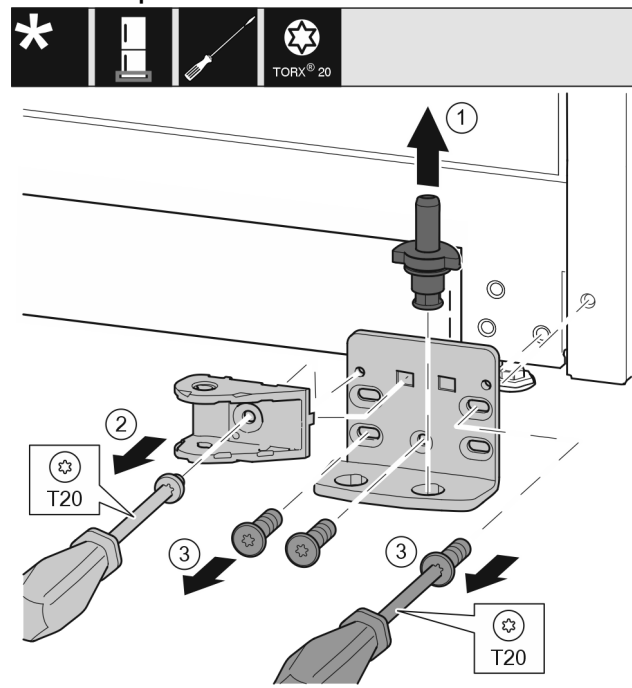

Fig. 34 *
- Extrageți complet bolțul de lagăr în sus. Fig. 34 (1)*
- Extrageți prin rotire șuruburile cu șurubelnița T20 și detașați îmbinarea amortizorului de închidere. Fig. 34 (2)
- Extrageți prin rotire și detașați șuruburile cu șurubelnița T20. Fig. 34 (3)*